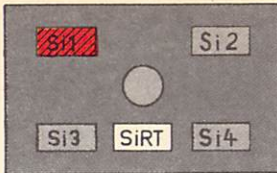

Bild 52
- (2) Blinkt ein Sicherungsmelder (Si 1-Si 4) rot (vgl. Bild 52) und ertönt der Wecker, ist das Bedienen der Tasten unwirksam. Die Sicherungsrückstellaste darf bei Si 1 sofort, bei Si 2 bis Si 4 frühestens nach etwa 2 Minuten bedient werden. Blinkt der Melder trotz mehrmaliger Bedienung weiter, gilt die Anlage als gestört.